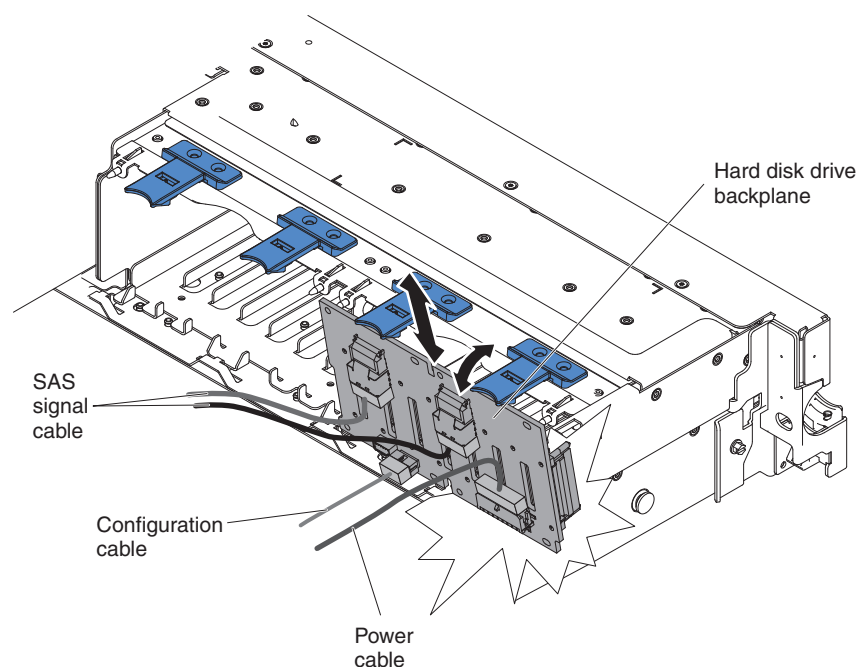

Figura 135. O painel traseiro da unidade de disco do 2145-DH8
6. Levante as duas guias frontais e gire o conjunto do painel posterior/painel posterior em direção a traseira do servidor para remover o conjunto do painel posterior/painel posterior, conforme mostrado em Figura 135.